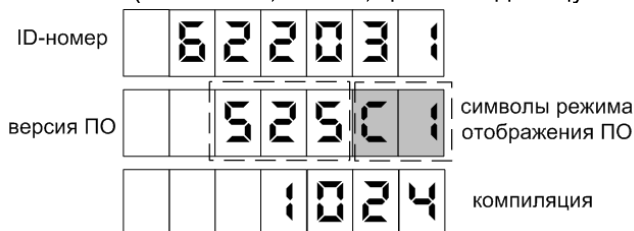

Рисунок 3
8.1 Для приведения устройства в рабочее состояние достаточно подать на него электропитание. После включения на табло отображается информация о версии ПО устройства (рисунок 3). Спустя 10 секунд показания на табло последовательно меняются на информацию о последнем наливе (стоимость, объем, цена за единицу топлива).